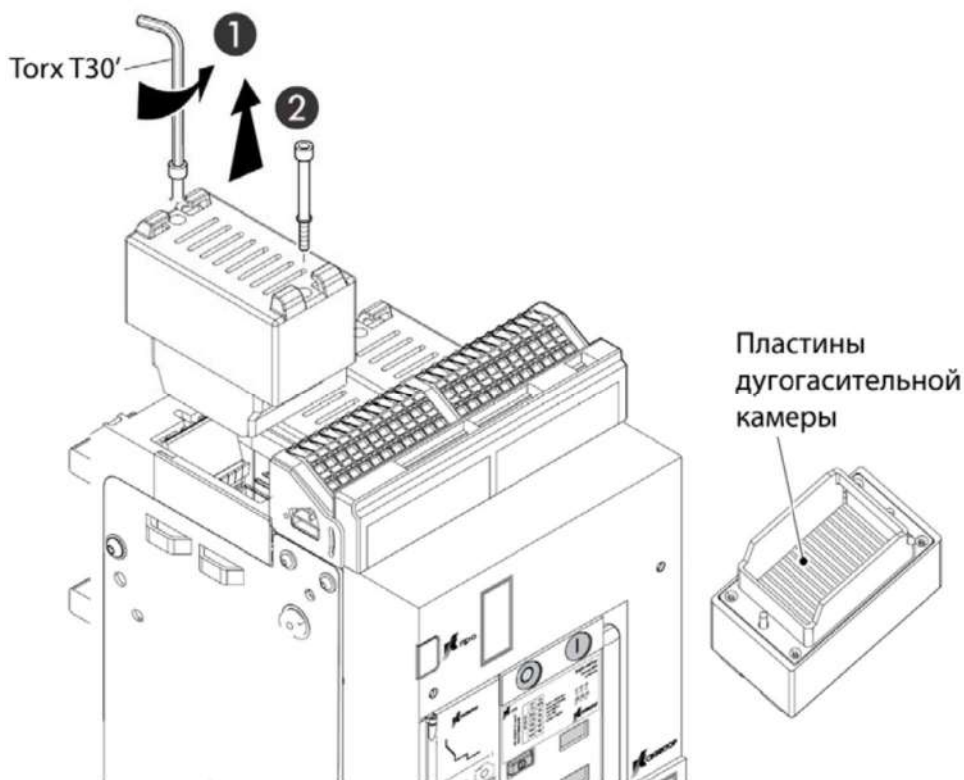
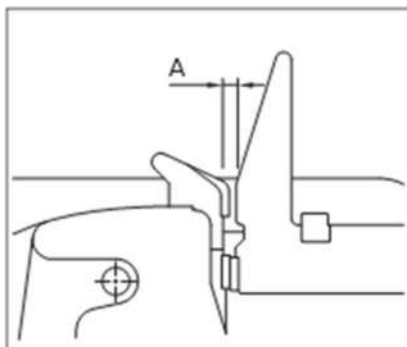

Рисунок 35 – Проверка дугогасительных камер
Рисунок 37 – Измерение зазора главных контактов
7.2.3 Измерить зазоры главных контактов. Для этого необходимо снять дугогасительные камеры (см. рисунок 35), взвести выключатель, перевести его во включенное положение (рисунок 9) и измерить зазор А (см. рисунок 37), величина которого должна находиться в пределах от 1,2 до 2 мм. После измерений необходимо перевести выключатель в отключенное положение.